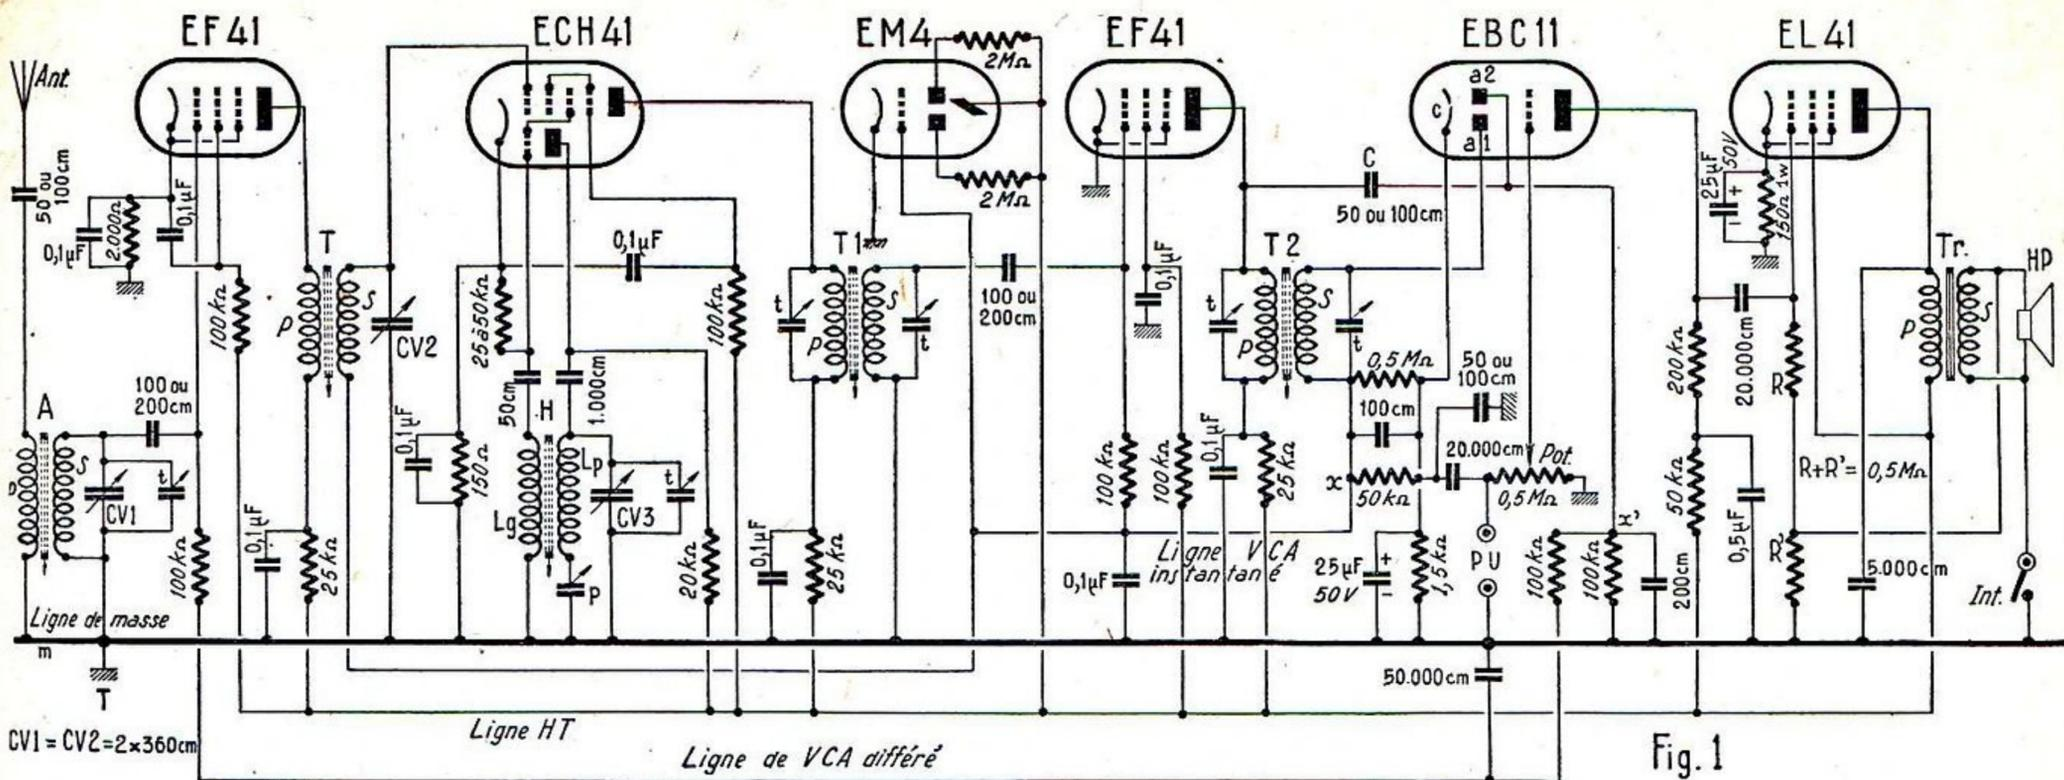

Fig. 1
- La figure 1 montre le schéma utilisé. Comme il est facile de le voir, le montage comprend essentiellement :
1° *Étage HF.* — A pentode EF41. Signaux collectés par l'antenne Ant. appliqués sur la grille d'entrée à travers le transformateur A accordé par le condensateur CV1. Le circuit de grille est coupé par un condensateur, ce qui permet d'appliquer sur la grille, à travers une résistance de 100.000 Ω, la tension de V.C.A. différé : résistance de grille reliée à la ligne de V.C.A. différé sur la figure 1. Le V.C.A. différé ne fonctionne que sur des émissions d'une certaine puissance, de sorte que le récepteur possède sa plus grande sensibilité pour les émissions faibles ou lointaines. Rien de difficile dans cet étage :
Le circuit-plaque de la lampe HF est découplé par une résistance et une capacité (voir fig. 1).